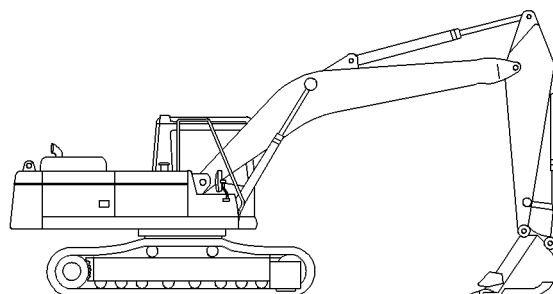

Ilustración 370
15. Regrese la máquina a la posición que se muestra en la ilustración 370. Compruebe para detectar si hay fugas de aceite en la máquina.